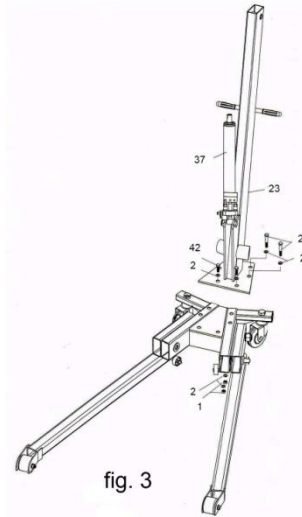

fig. 3
Fixer le mât (23) à la base (9) avec 2 écrous M12x25 (42), les écrous freins (3), les rondelles plates (2), les écrous M12x110 (21), les écrous freins (3) et les rondelle plates (2) comme indiqué sur la figure 3